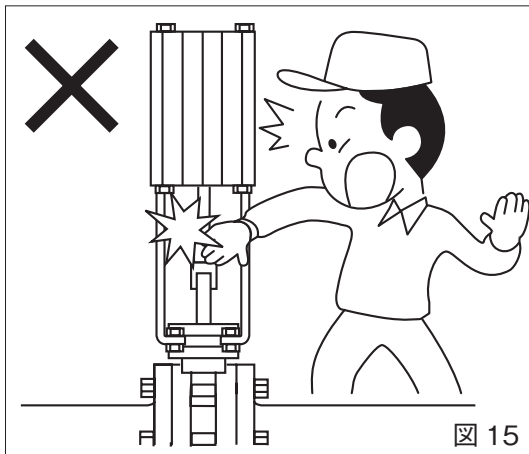

図 15
- ・作動確認は、配管後に行ってください。バルブの機能上、バルブ口径内にあるものは切断します。また、シリンダ式のバルブは、運転中に弁体が急に動くため危険です。（図 15）